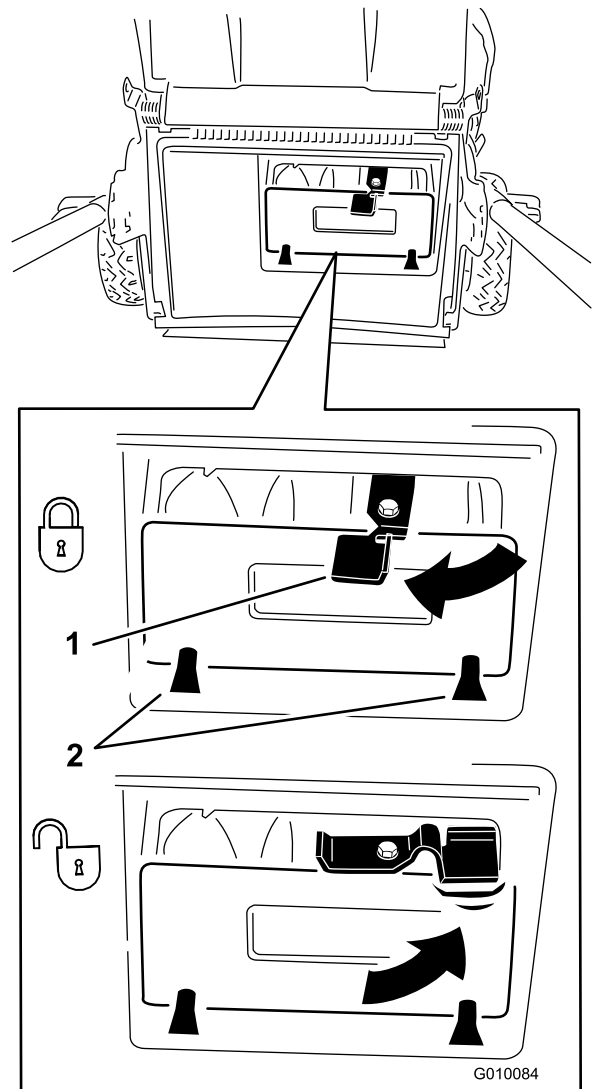
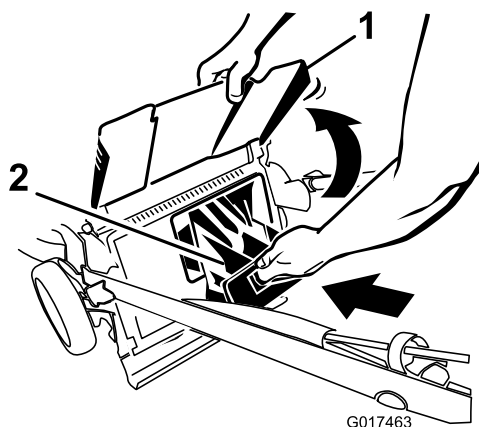

Figura 24
Figura 25
**Importante:** Asegúrese de que el tapón de descarga trasera está bloqueado en su sitio. Para bloquear el tapón, presione firmemente hasta que encaje en su lugar detrás de las pestañas, y gire la palanca del tapón a la izquierda (Figura 24).
**Nota:** Para desbloquear el tapón, gire la palanca del tapón a la derecha (Figura 24).
**Importante:** Asegúrese de que el tapón de descarga trasera está bloqueado en su sitio. Para bloquear el tapón: Levante el deflector de descarga (Figura 25), introduzca el tapón y presione firmemente hasta que encaje detrás de las pestañas, y gire la palanca del tapón a la izquierda (Figura 24).